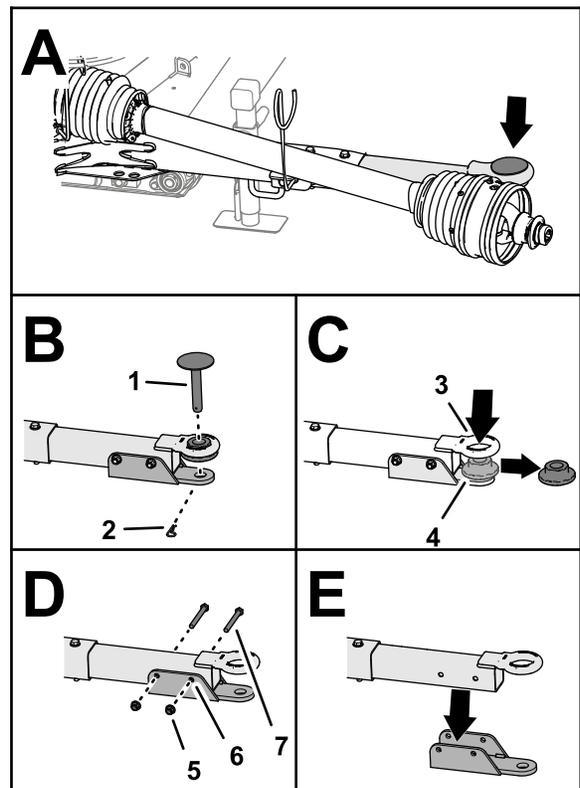

Figura 7
1. Retire la chaveta que fija el pasador de enganche a la barra de tiro y retire el pasador de enganche (**Figura 7**).
2. Retire el casquillo con brida del ojo del pivote (**Figura 7**).
3. Retire las 2 contratuerca con arandela prensada y los 2 tornillos con caperuza que fijan el soporte de horquilla a la barra de tiro y retire el soporte de horquilla (**Figura 7**).